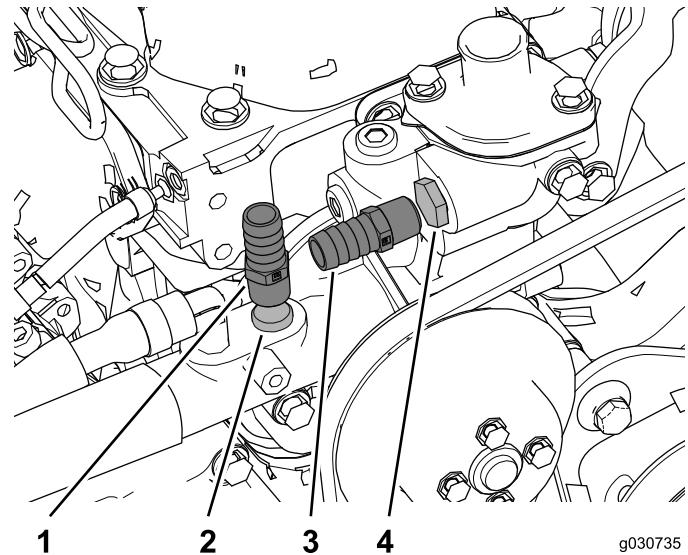

Figura 37
- Retire a alimentação do aquecedor e os tampões do tubo de retorno do motor e instale as uniões (3/8 NPT x 0,625 entalhe) como se mostra na Figura 37.